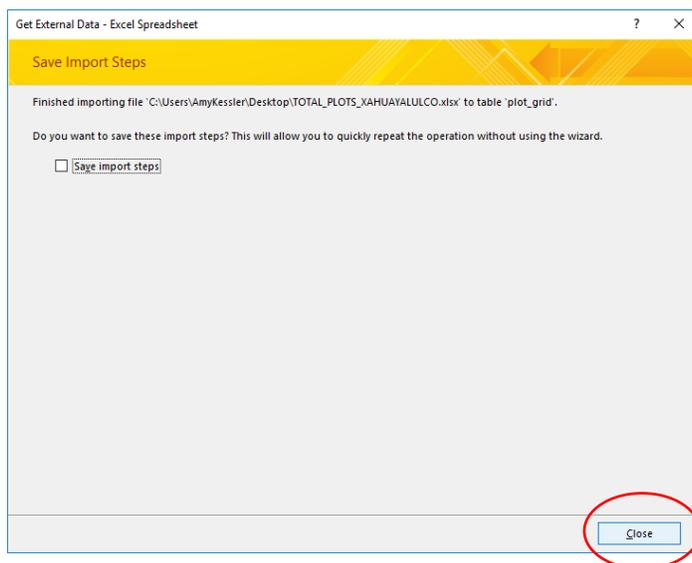

Figura 25. Salvar los pasos para importar
- 3.10 La siguiente ventana (Figura 25) preguntará si se quieren salvar los pasos que se siguieron para importar. Marcar la caja e insertar un nombre para salvar los pasos; sin embargo, este no es un requisito. Dar clic en [Close].